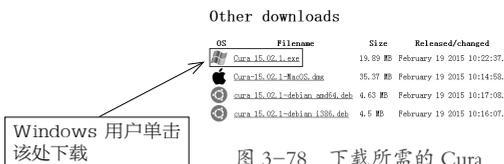

图 3-78 下载所需的 Cura
(3) 页面跳转到 Cura 的下载页面，在其中根据使用的计算机操作系统选择对应的软件版本即可，如图 3-78 所示。